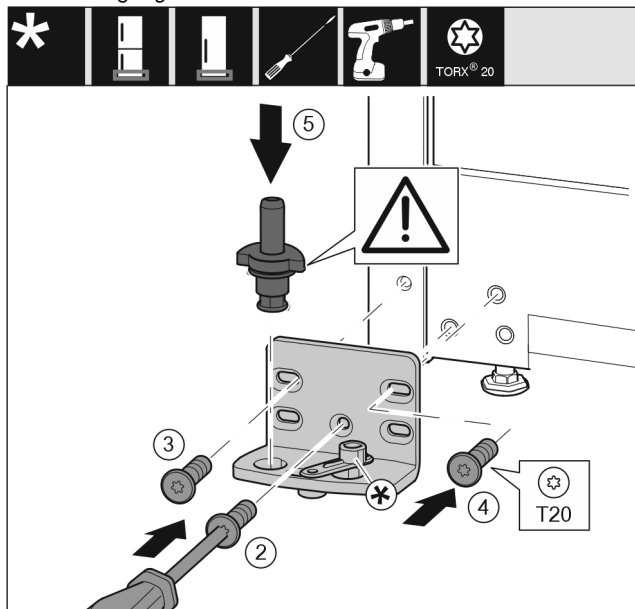

Fig. 48 *
- ▶ Lagerbock auf der anderen Seite ansetzen und mit Hilfe eines Schraubendrehers anschrauben. Mit der Schraube Fig. 48 (2) unten in der Mitte beginnen.*
- ▶ Schraube Fig. 48 (3) und Schraube Fig. 48 (4) festschrauben.*
- ▶ Lagerbolzen Fig. 48 (5) komplett einsetzen. Dabei darauf achten, dass der Rastnocken nach hinten zeigt.*